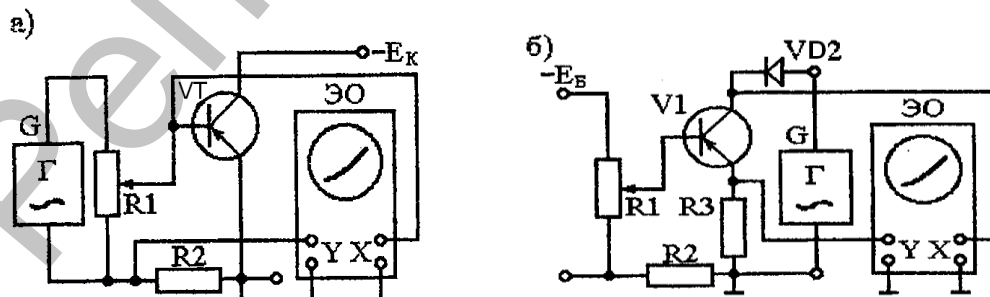

Рис. 1.
Для получения характеристик транзисторов осциллографическим методом используются цепи, представленные на рис. 1.
При снятии входных характеристик транзисторов (рис. 1а) к коллектору подводят постоянное напряжение  $E_K$ , к базе – переменное напряжение  $U_{БЭ}$  от генератора низкой частоты (100 Гц). Падение напряжения на резисторе  $R_2$  пропорционально току базы. Напряжение  $U_{БЭ}$  подают на вход X осциллографа, а напряжение, снимаемое с резистора  $R_2$  – на вход Y.
Для получения выходных характеристик транзистора, к коллектору подводят пульсирующее напряжение (рис. 1б) от генератора низкой частоты (~100 Гц). К базе транзистора подводят постоянное напряжение  $U_{БЭ}$ .
2. Соберите цепь (рис. 1а) и получите входные характеристики транзистора на экране осциллографа. Зарисуйте характеристики.
3. Соберите цепь (рис. 1б) и получите выходные характеристики транзистора. Зарисуйте характеристики.